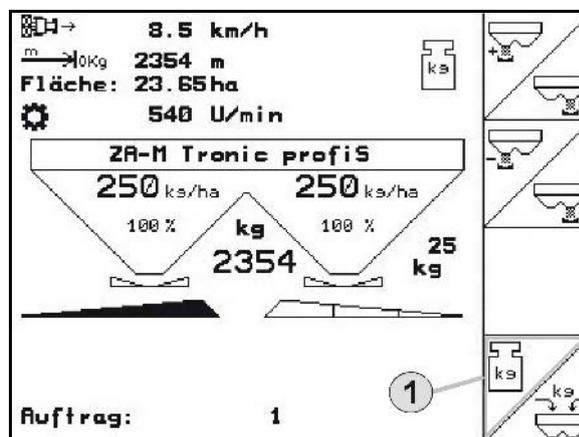

Fig. 63
- 2.1 Dévissez la vis à ailettes (Fig. 63/1) fixant le disque d'épandage et retirez ce dernier de l'arbre de la boîte de vitesses.
3. Accrochez l'auget d'étalonnage (Fig. 63/2) à l'aide de l'étrier (Fig. 63/3) sur les points d'accrochage (Fig. 63/4 et Fig. 63/5) fixés au châssis.